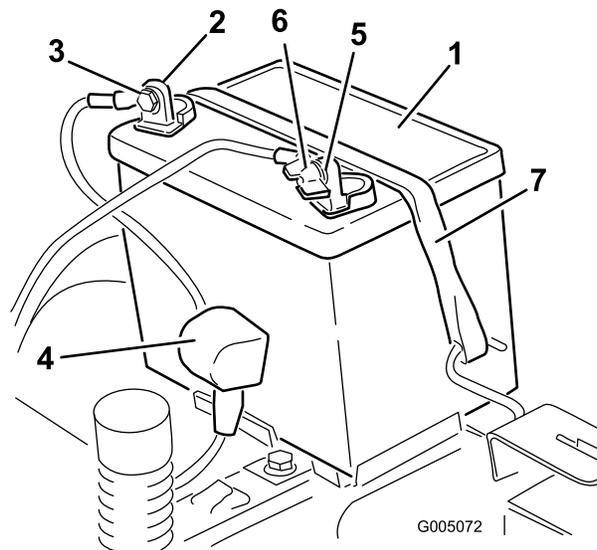

Figura 33
4. Desconecte el cable negativo de tierra (negro) del borne de la batería (Figura 33). Guarde todos los herrajes.
5. Deslice hacia arriba la cubierta de goma del cable positivo (rojo). Desconecte el cable positivo (rojo) del borne de la batería (Figura 33). Guarde todos los herrajes.
6. Retire la correa de sujeción de la batería (Figura 33) y levante la batería para retirarla de su bandeja.
1. Coloque la batería en la bandeja, con los bornes hacia el puesto del operador (Figura 33).
5. Fije la batería con la correa de sujeción (Figura 33).